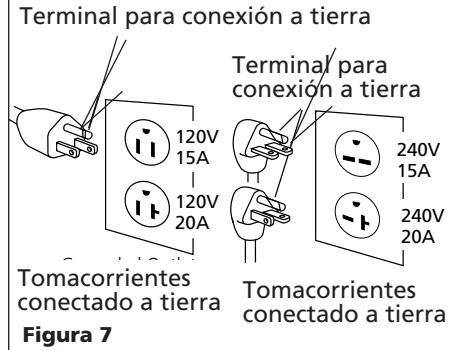

Figura 7
1. Este producto debe tener una conexión a tierra. En el caso de que ocurra un cortocircuito, la conexión a tierra reduce el riesgo de un choque eléctrico proporcionándole un cable de escape para la corriente. La unidad está equipada con un cable con una terminal para la conexión a tierra. La misma calzará en uno de los tipos de tomacorrientes mostrados en la Figura 7. Si el enchufe no calza en el tomacorriente deseado, haga que un electricista calificado reemplace el enchufe o el tomacorriente.
- 1.Si el enchufe del cordón eléctrico no le parece familiar o si no entra en el tomacorriente, la Figura 7 le permitirá familiarizarse con éstos y con los voltajes necesarios para los mismos.